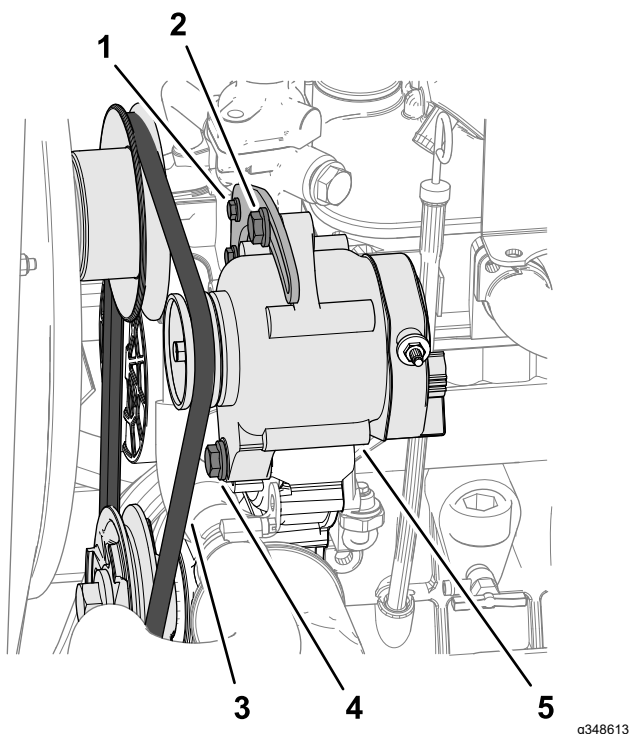

Figura 83
4. Aplique una fuerza de 10 kg contra la correa del alternador (Figura 83), en el punto intermedio entre las poleas.
- Si la desviación de la correa es inferior a 10 mm, afloje el perno del pivote del alternador y el perno tensor (Figura 83), y reduzca la tensión de la correa.
- Si la desviación de la correa es superior a 10 mm, afloje el perno de pivote del alternador y el perno tensor (Figura 83), y aumente la tensión de la correa.
Nota: Si es necesario, afloje el perno de la placa tensora (Figura 83).
6. Apriete los pernos (Figura 83).